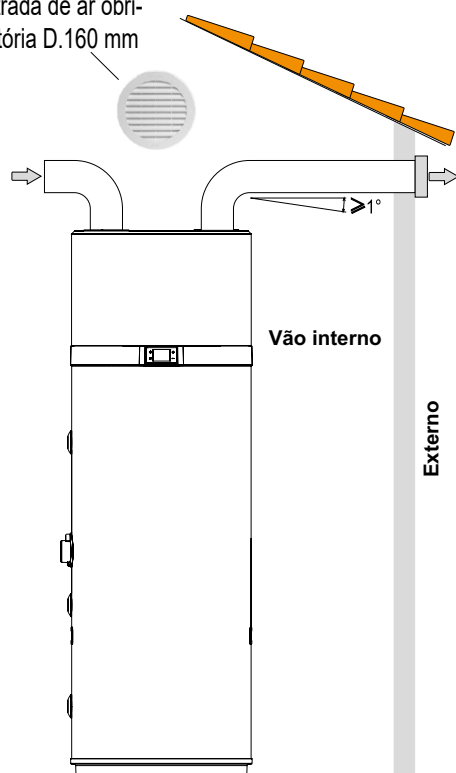

fig. 52- Exemplo de ligação de saída de ar
- Crie uma conduta de ar dedicada conforme indicado em fig. 52.